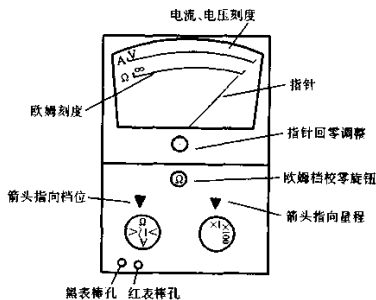

图 1-7 万用表面板示意图
流、交流电压等，这里对万用表的使用方法不作详细介绍，只说明以下几个问题，如图 1-7 所示是常见万用表的面板示意图。
1) 表针的校零是使用欧姆档时要注意的一个问题，具体方法是这样：将红、黑表棒接通，此时表针向右侧偏转，调整有 Ω 字母的旋钮（见图 1-7 所示），使表针指向 0 处。应该是在更换不同欧姆档量程时均要校零一次，要注意在 $R \times 1$ 档时因校零时流过电表的电流比较大，对表内电池的消耗较大，故校零动作要迅速。
5) 见图 1-7 所示欧姆档的刻度盘，表针向右侧偏转时阻值是在减小，表针向左偏转时阻值在增大，表针在最右侧时阻值为 0，表针在最左侧时阻值为无穷大（表示开路）。